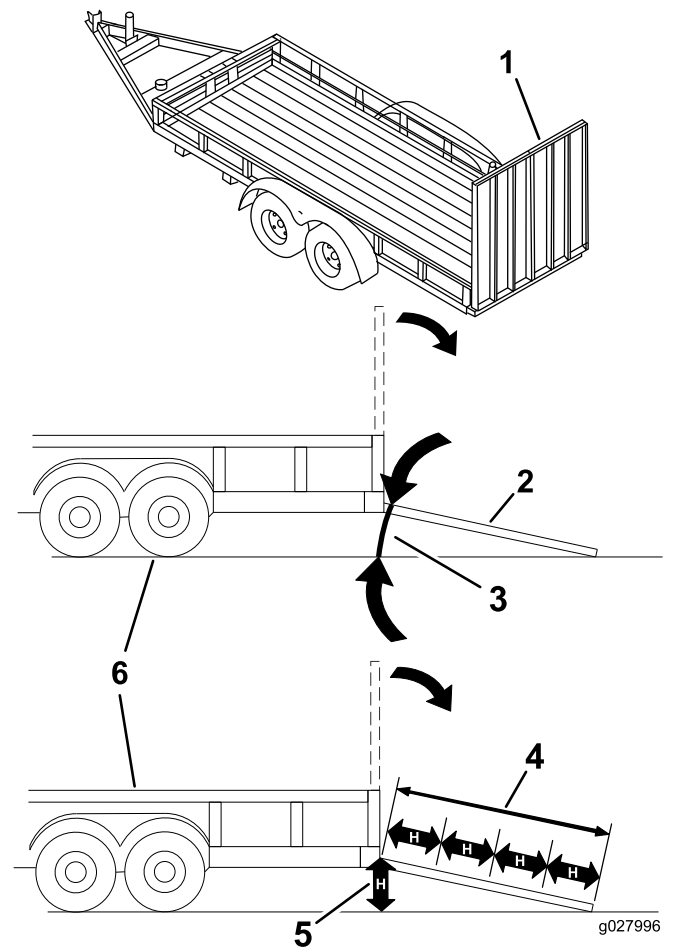

Figura 39
Quando si carica la macchina su un trailer o un autocarro si aumenta il rischio di ribaltamento, che può causare gravi ferite ed anche la morte (Figura 39).
3. Abbassate la rampa, assicurandovi che l'angolazione tra la rampa e il terreno non superi 15 gradi (Figura 39).
1. Abbassate la rampa, assicurandovi che l'angolazione tra la rampa e il terreno non superi 15 gradi (Figura 39).